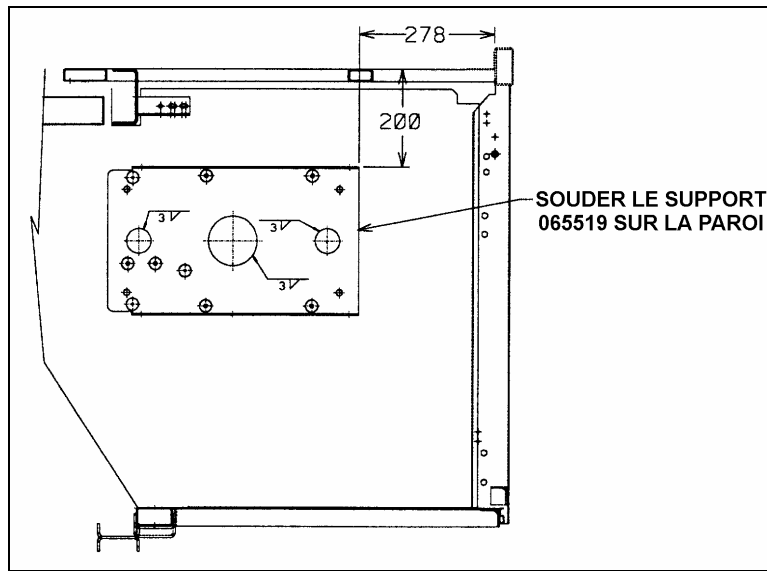

FIGURE 1
2. Souder le support (065519) sur la paroi arrière du compartiment selon les références de la figure 1.
- Souder le support tel que montré à la figure 1 en suivant les spécifications indiquées au paragraphe : **Soudure acier – acier**.